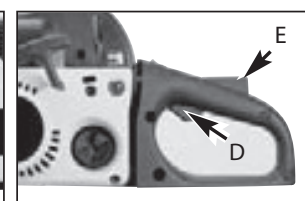

Рис. 9F
8. После запуска прогрейте двигатель в течение 10 секунд, затем нажмите кнопку блокиратора (Е) и выключатель (D) для возврата рычажка автоматического подсоса в исходное положение (Рис. 9F).